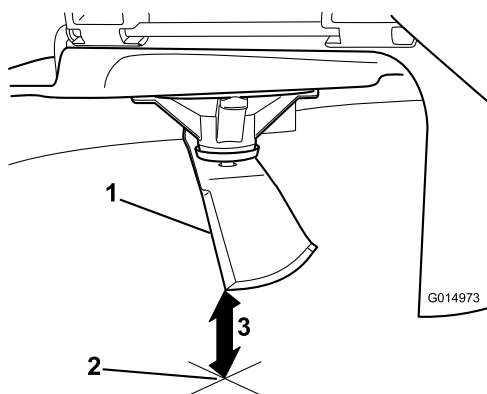

Figura 90
3. Mida desde la punta de la cuchilla hasta la superficie plana (**Figura 90**).